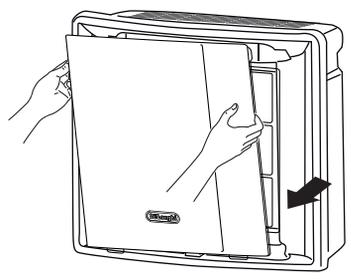

Fig. 3
- Rimuovere il pannello frontale (fig. 3); all'interno del purificatore troverete il prefiltro (B), il filtro EPA E12/ Filtro carboni attivi (C) imballato in un sacchetto di plastica.